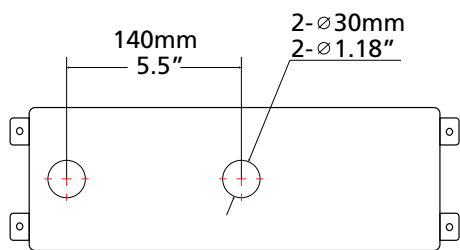

Figura 2. Ilustración de Orificios de Montaje
1. Pegue la plantilla a la carcasa del conducto y taladre (o perforo) los orificios de montaje en la ubicación de montaje deseada, tal como se indica en la figura 2.